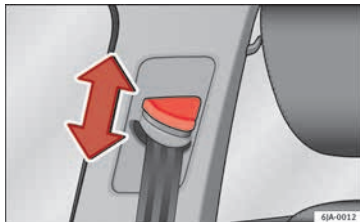

Abb. 80 Einbauort der Gurthöheneinstellung.
- Drücken Sie den Umlenkbeschlag im oberen Bereich und halten Sie den Beschlag in dieser Stellung » **Abb. 80**.